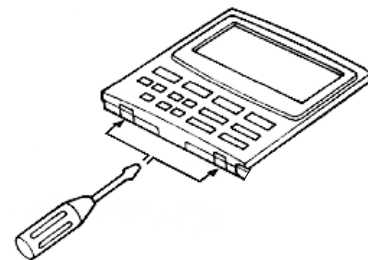

Abb. 3-186
- (1) Die Abdeckung der optionalen Kabelfernbedienung abnehmen. (Abb. 3-186)